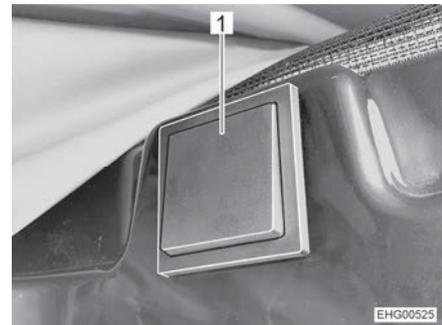

Fig. 46 Tasto per lo sblocco elettrico
Il tasto per lo sblocco elettrico (Fig. 46) è ubicato sul lato destro nella zona sopra la porta scorrevole.
- Premere per circa 2 secondi il tasto (Fig. 46,1).